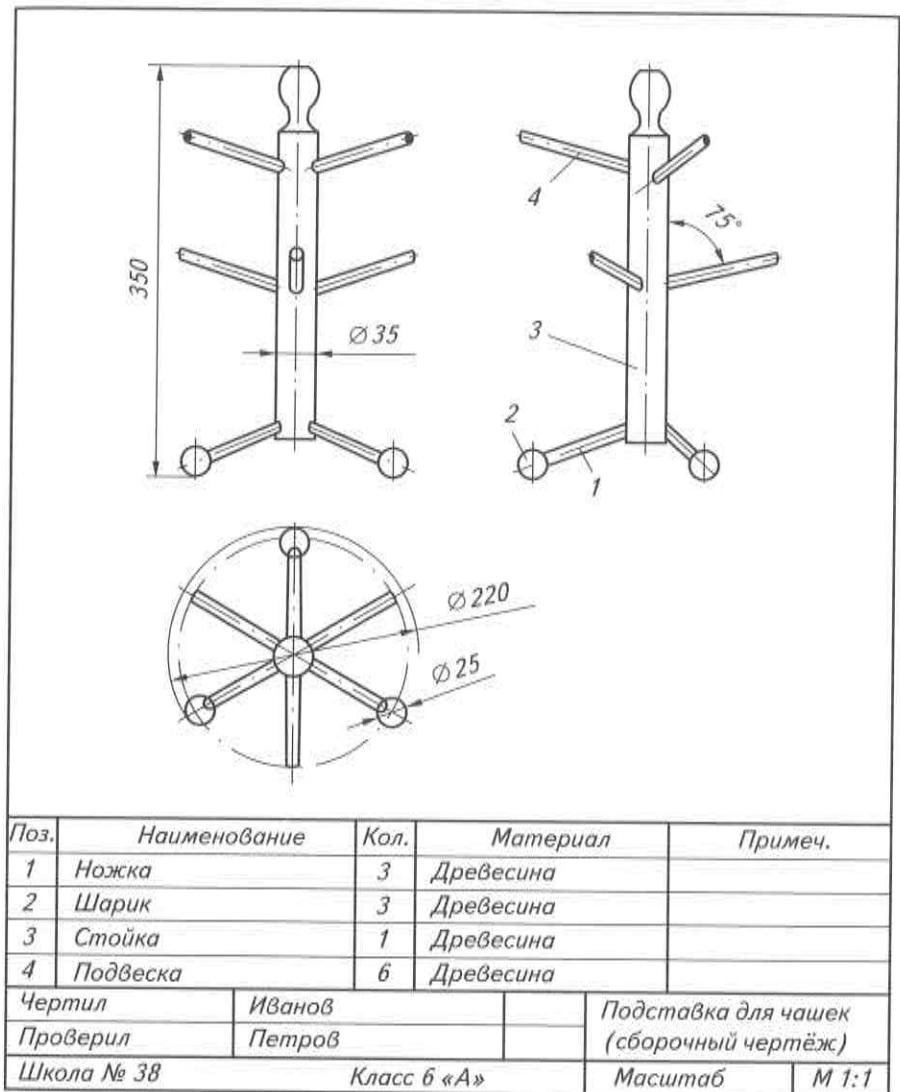

Рис. 52. Сборочный чертёж изделия «подставка для чашек»
Первоначально следует разработать сборочный чертёж. Он позволит определить габаритные размеры выбранного изделия (рис. 52).
- Соединить с помощью клея шесть подвесок 4 и три ножки 1 со стойкой 3 (см. рис. 52).